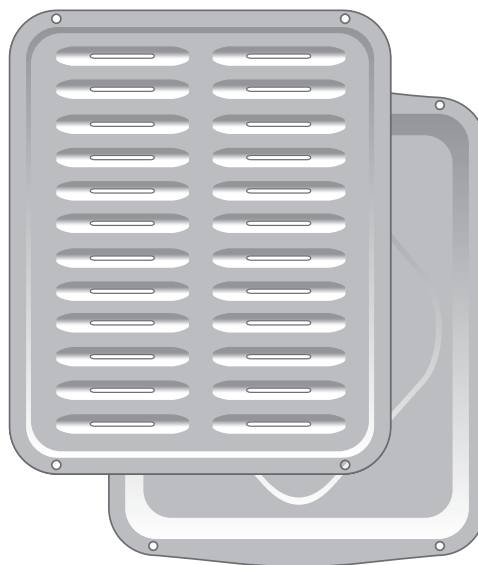

Figure 11: Lèchefrite et grille de lèchefrite (G) position d'arrêt pour la cuisson au grilloir (D)
1. Retirer le capuchon et la tête de brûleur (voir Figure 11). Nettoyer à l'eau chaude savonneuse et sécher soigneusement.